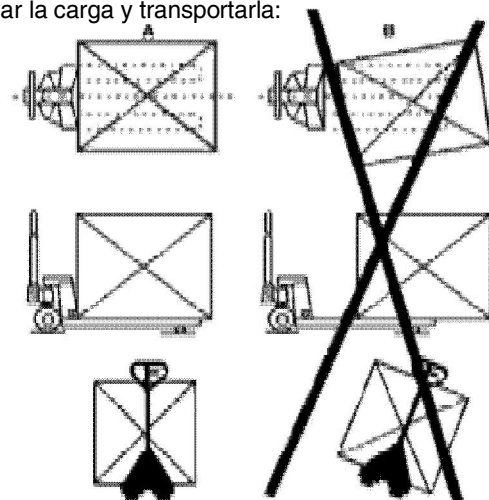

Fig. 7: asegúrese de que la carga está en la posición correcta
- Antes de elevar la carga, posicionar la carretilla elevadora en el centro, debajo de la carga (fig. 7 A).